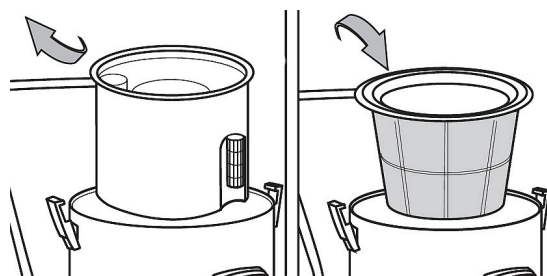

Abb. 4: Einbau des Filters
- Schritt 2: Entnehmen Sie den Tank mit dem Flüssigkeitsventil D Abb.4 (Falls vorhanden) und setzen Sie den Filter B in den Behälter ein. (Abb.4)